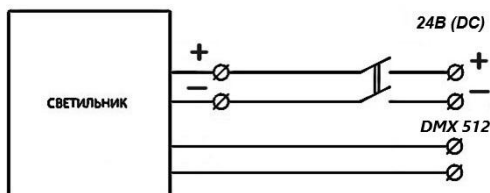

Рис.2. Схема подключения светильника
- 4.3. Подсоединить сетевые провода согласно схеме на рис. 2, обеспечив степень защиты не ниже IP66.